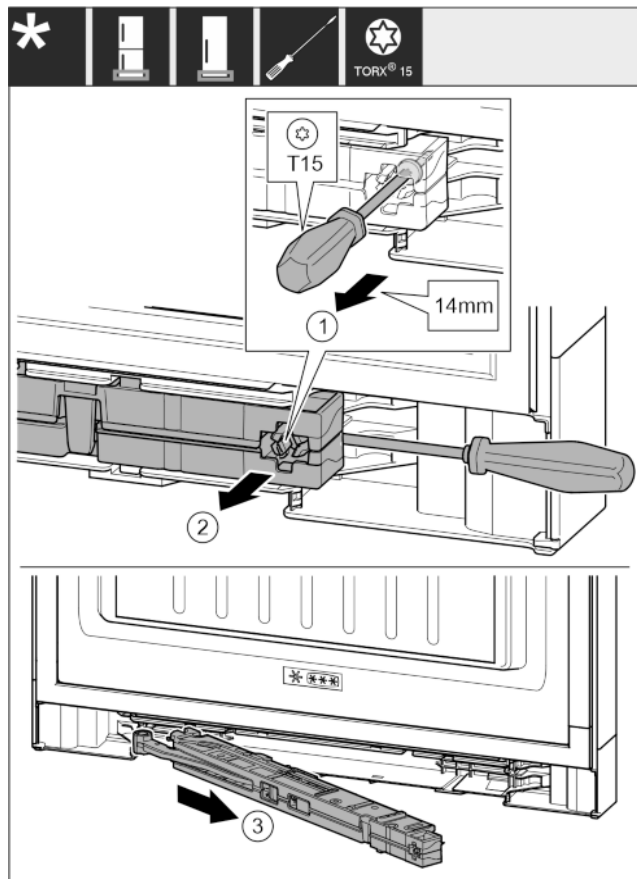

Fig. 14
- ▶ Przy pomocy śrubokręta T15 odkręcić śrubę na amortyzatorze zamykania drzwi ok. 14 mm. Fig. 14 (1)
- ▶ Od strony uchwytu, za amortyzator zamykania drzwi wsunąć śrubokręt. Amortyzator obrócić w przód. Fig. 14 (2)
- ▶ Wyjąć amortyzator. Fig. 14 (3)